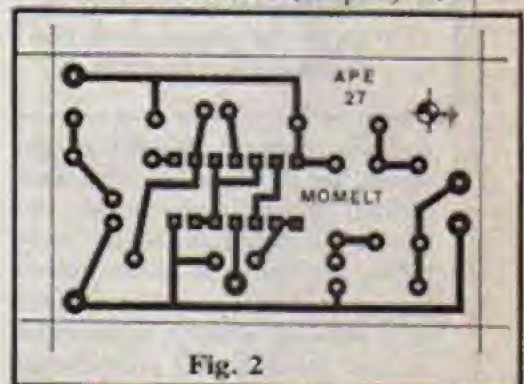
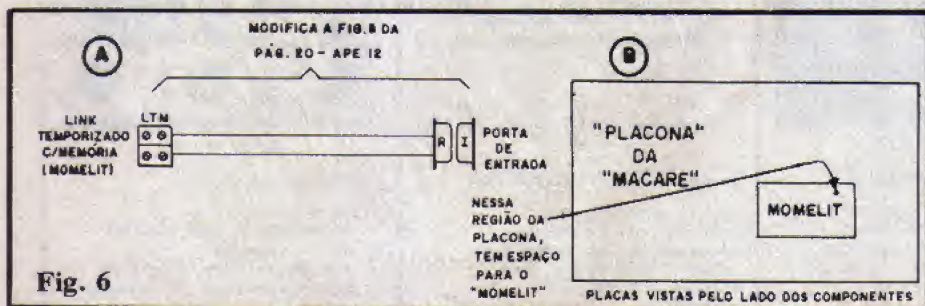

Fig. 2
Fig. 6
- FIG. 2 - Lay out (tamanho natural) da plaquetinha do MOMELT. A idéia foi manter as dimensões tão restritas quanto possível, de modo que esse módulo complementar pudesse facilmente ser "encaixado" no mesmo **container** originalmente adotado para abrigar a MACARE (conforme veremos, adiante, na fig. 6, a solução foi perfeita...). O padrão é muito simples, de facilíma realização (obviamente quem já fez a MACARE não pode ser um "pagão" em confecção de placas, daí...). Quem prefere "moleza", contudo, sempre pode "socorrer-se" do prático sistema de KITS, que sempre incluem, além dos componentes, a própria placa pronta, fu-
- FIG. 6 - Acomodação e instalação do MOMELT. Quanto à instalação do sensor (ou sensores) no novo link temporizado c/memória, pedimos ao Leitor/Hobbysta que se reporte à fig. 8 - pág. 20 - APE 12, que deverá sofrer a modificação ilustrada em 6-A. Já quanto à "acomodação" da plaquinha do MOMELT, sugerimos a solução mostrada em 6-B, com o dito cujo repousando no espaço vago existente no lado não cobreado da placa original da MACARE, na